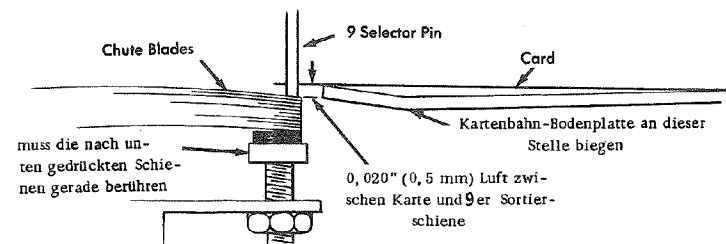

Abb. 7 Justage der Sortierschienen
- Ansatz der Kartenbett-Bodenplatte (bed plate) biegen, dass die Karten mit einem Abstand von $0,020''$ ($0,5\text{ mm}$) zu den rechten Enden der Schienen in die Ablage transportiert werden, wenn der 9er Auswahlstift (selector pin) die Schienen nach unten drückt (vergl. Abb. 7).